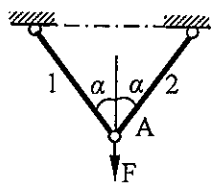

图 11
- 14 在图 11 所示的结构中, 杆 1、2 均为直径 d 的圆截面直杆, 两杆的材料不同, 其弹性模量 $E_1 < E_2$, 在图示荷载的作用下, 则节点 A 产生的位移方向将为 ()